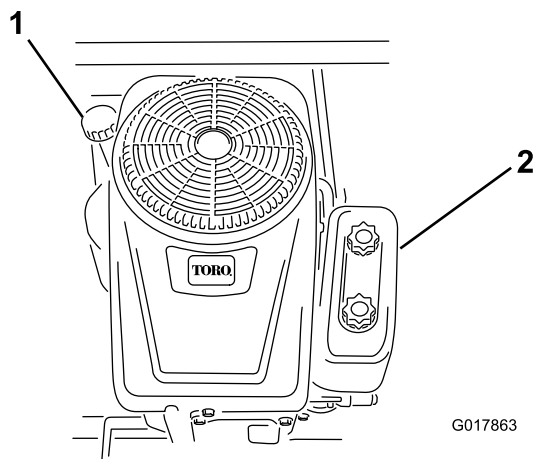

Figura 31
- Limpe a zona em redor da vareta de óleo (Figura 31), para evitar que entre sujidade no orifício do filtro e possíveis danos no motor.
6. Coloque lentamente cerca de 80% da quantidade de óleo especificada no orifício de enchimento (Figura 31).